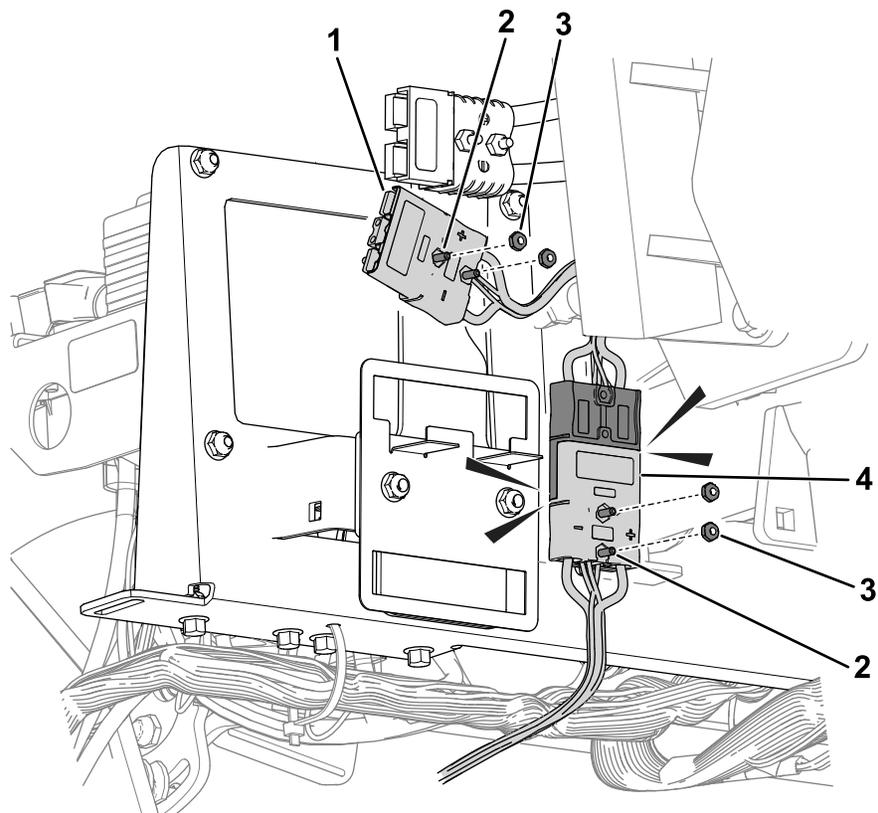

**Figura 38**
- Utilizzate il bullone a testa flangiata ( $\frac{1}{4}$ " e il dado flangiato ( $\frac{1}{4}$ " rimossi in precedenza per fissare al telaio la staffa dei connettori e la staffa dei fusibili (Figura 38).